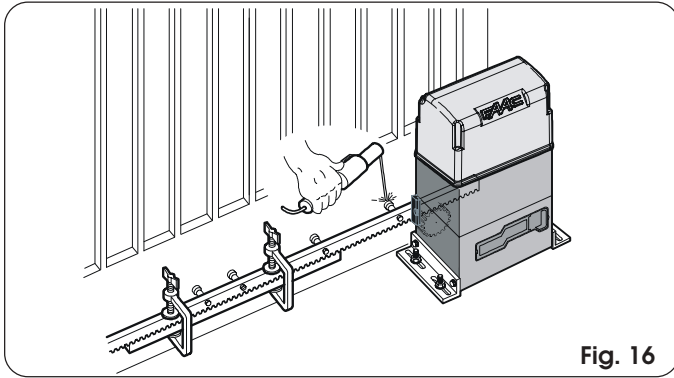

Fig. 16
- 5) Acerque otro elemento de cremallera al precedente utilizando, para sincronizar la dentadura de los dos elementos, una pieza de cremallera como se indica en la Fig. 16.